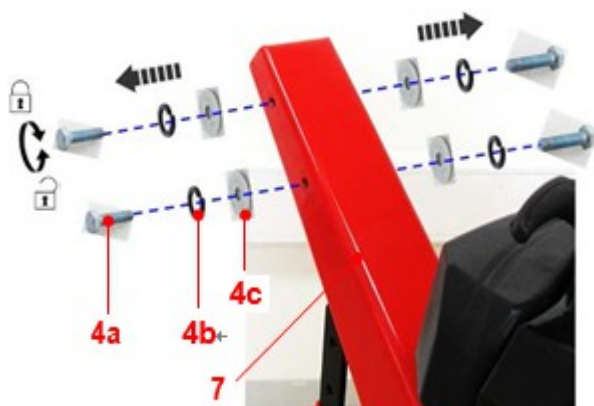

Fig.9
1. Retirez le boulon préassemblés (4a), la rondelle élastique (4b) et la rondelle (4c) du support de poignée (7) et gardez-les à portée de main.. (Fig.9)